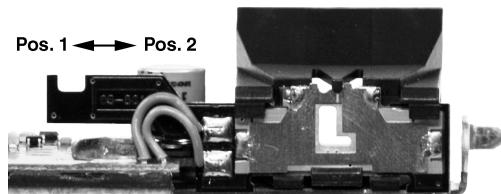

Figure 3.3 *Réglage du rayon de surveillance au niveau du bord de fermeture principal*
1. Réglez tous les émetteurs des modules à monter de la même manière (voir Figure 3.3). -> Pour ce faire, réglez toujours les émetteurs en direction des paumelettes. (les paumelettes se trouvent du côté opposé au bord de fermeture principal).
Au moyen des deux positions de l'émetteur, réglez un bord de surveillance à fleur à gauche ou à droite (voir figure 3.3 cercle)